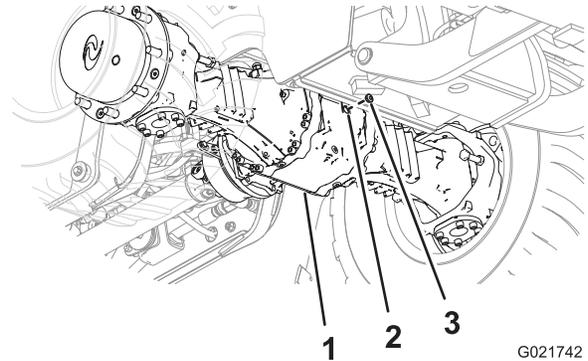
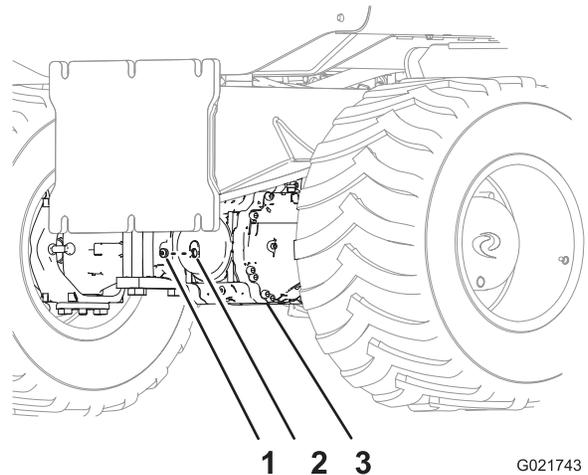

Figura 66
Figura 67
- Mire a través de la mirilla, y compruebe que el nivel de aceite del eje llega a la parte inferior de la rosca del orificio (Figura 66 y Figura 67).
6. Instale el tapón en la mirilla del alojamiento del piñón del eje (Figura 66 y Figura 67).